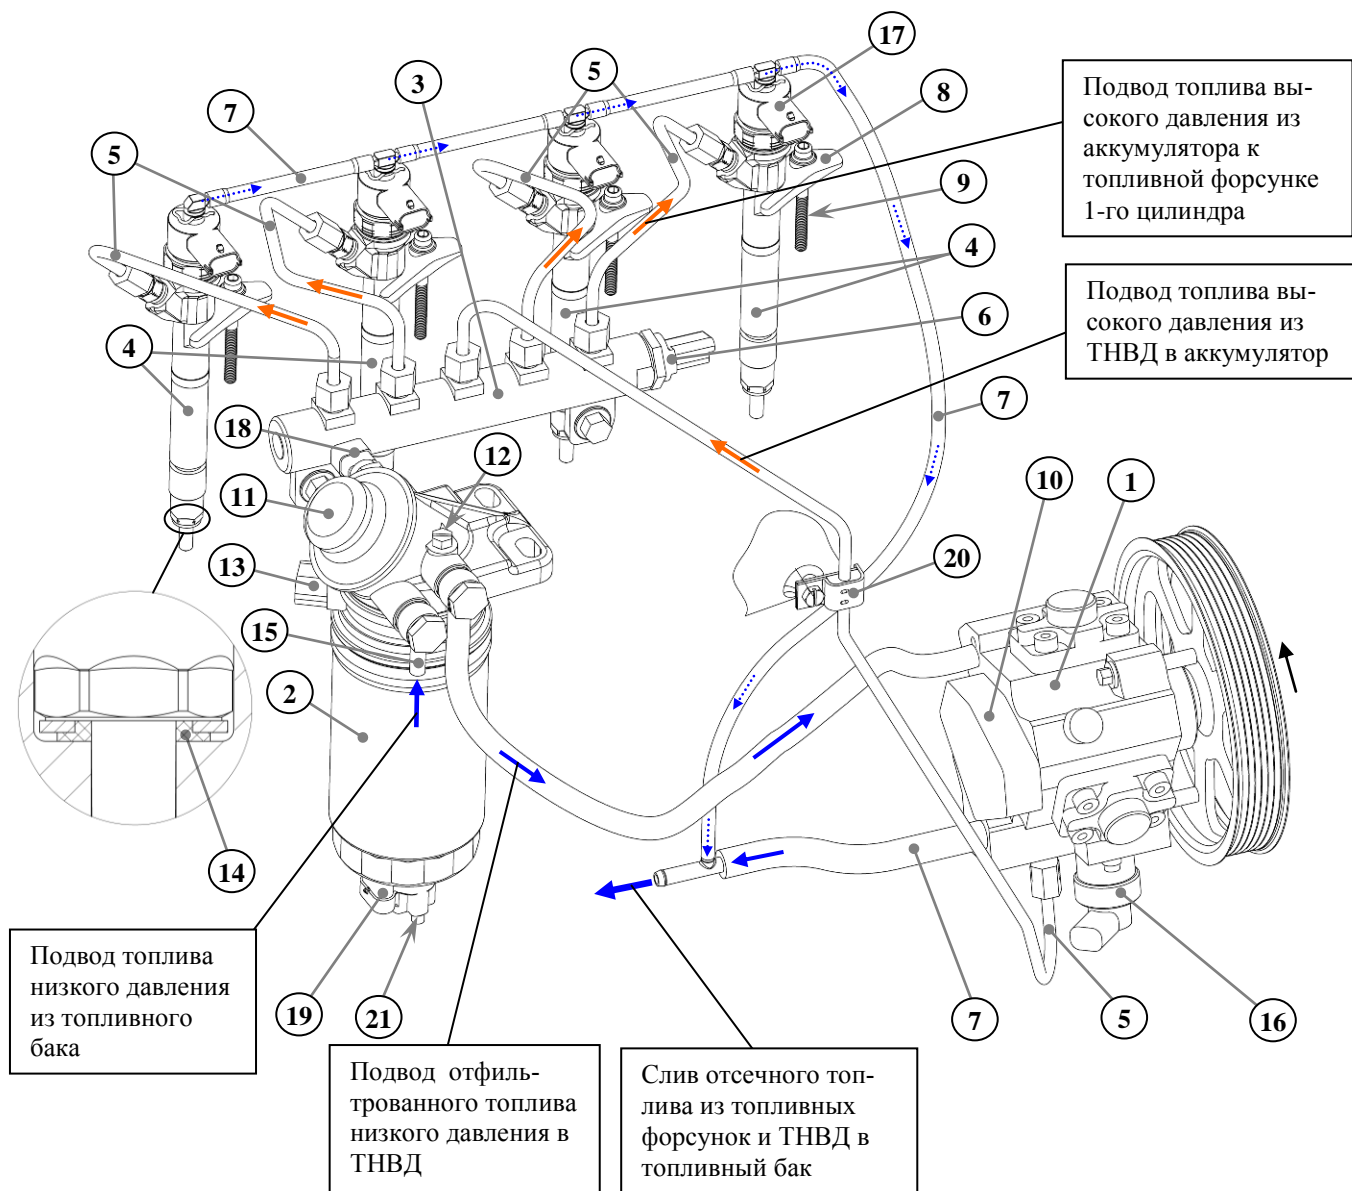
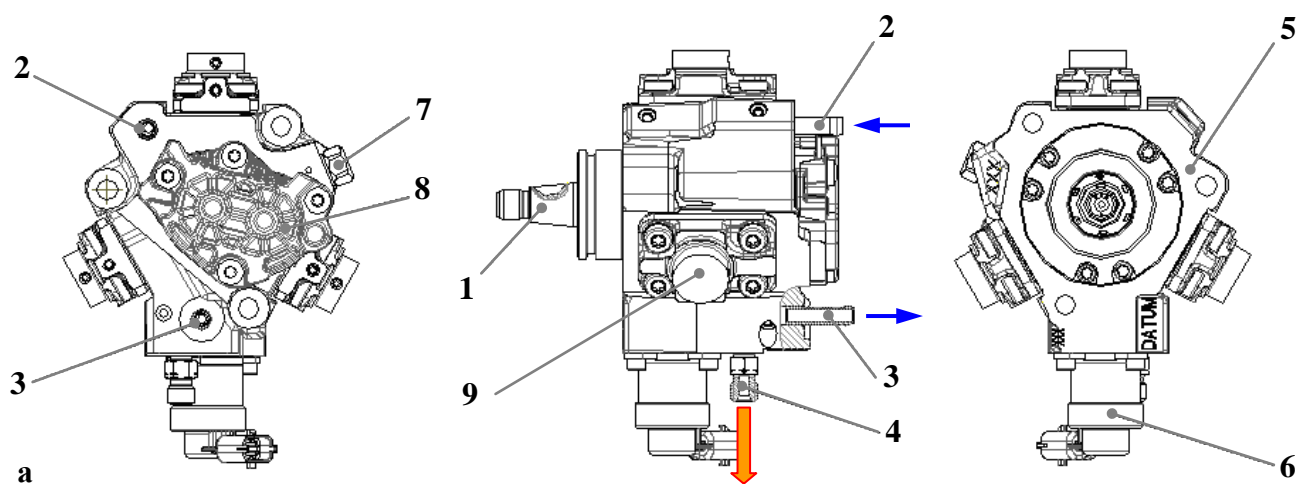
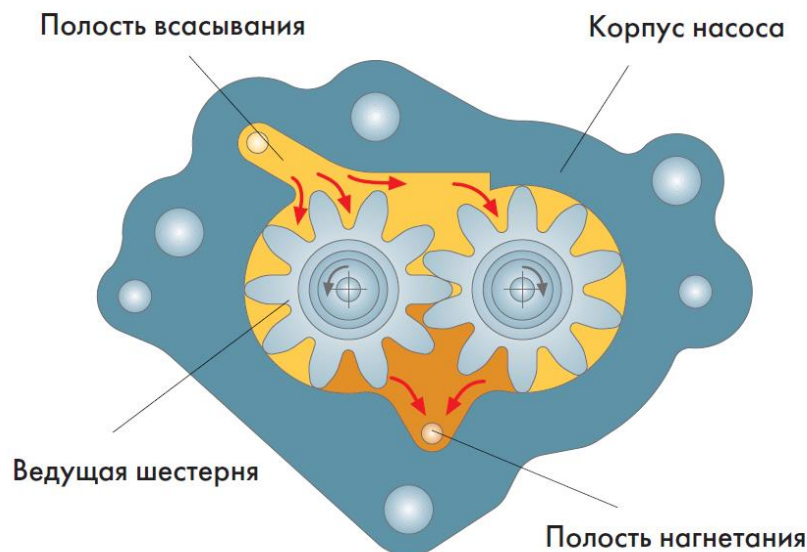

Рис.57. Схема системы топливоподачи, относящейся к двигателю:
Рис.58. Топливный насос высокого давления BOSCH типа CP1H:
Рис.60. Устройство шестеренного топливоподкачивающего насоса ТНВД BOSCH CP1H [6]
Топливо под действием разрежения, создаваемого встроенным в ТНВД шестеренчатым топливopодкачивающим насосом низкого давления 10, поступает из топливного бака через фильтр тонкой очистки топлива (ФТОТ) (рис.57) в топливный насос высокого давления (ТНВД) 1.
**Топливный насос высокого давления (ТНВД) BOSCH CP1H** (рис.58) радиально-плунжерного типа со встроенным шестеренным топливоподкачивающим насосом 8. Нагнетание топлива осуществляется тремя плунжерами в одну полость высокого давления. Регулирование расхода топлива происходит посредством дозирующего электромагнитного клапана 6 по сигналу из блока управления двигателем. Преимущество этого способа заключается в повышении энергетического к.п.д. системы. Благодаря этому снижаются затраты мощности на привод ТНВД, и уменьшается нагрев топлива.
**Шестеренный насос 8** (рис.58) является механическим топливоподкачивающим насосом. Этот насос повышает давление поступающего из ФТОТ топлива до уровня, которое необходимо для обеспечения работы ТНВД на всех режимах работы двигателя. Шестеренный насос установлен непосредственно на ТНВД и приводится от приводного вала ТНВД 1.
В корпусе шестеренного насоса расположены две шестерни, вращающиеся в противоположных направлениях (рис.60). Одна из этих шестерен соединена с ведущим валом ТНВД 1 (рис.58). При вращении шестерен находящееся в объемах между зубьями топливо транспортируется вдоль внутренних стенок насоса в направлении к полости нагнетания (рис.61, рис.62). Далее топливо направляется в корпус насоса высокого давления. Находящиеся в зацеплении зубья шестерен предотвращают возврат топлива в полость всасывания.
**Дозирующий электромагнийный клапан 6** (рис.58) установлен и закреплен на корпусе ТНВД. При отсутствии подачи напряжения – находится в закрытом состоянии, перекрывая подачу топлива в плунжерные секции ТНВД. Требуемую величину давления топлива в аккумуляторе 3 (рис.57) дозирующий клапан устанавливает путем изменения количества топлива поступающего к плунжерным парам. Излишки топлива отводятся по топливопроводу 7 в топливный бак.